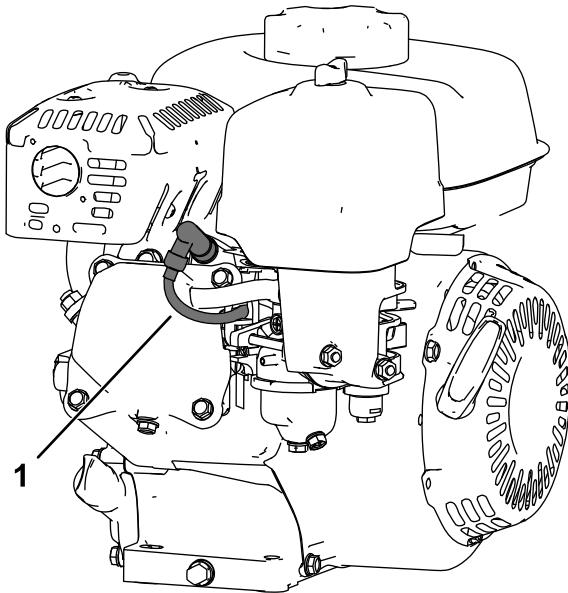

Figura 21
5. Desligue o fio da vela de ignição (Figura 21).